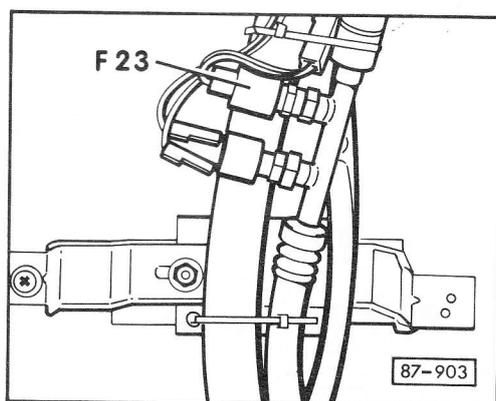

Fig. 6 Contacteur haute pression – F 23
- Indication de montage – fig. 6
- Fonction – fig. 6